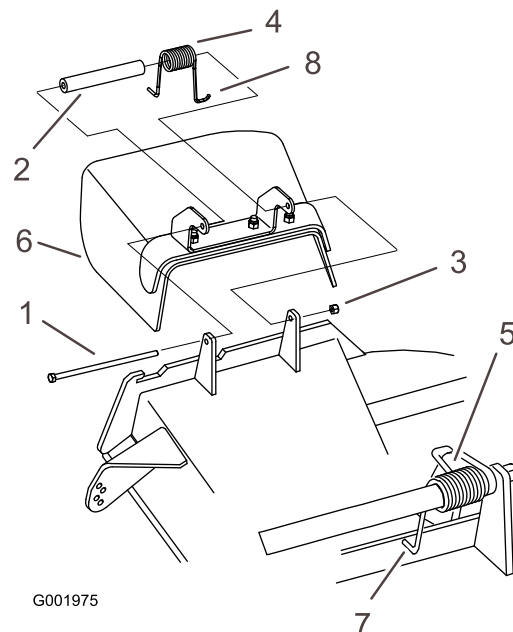

Figura 87
1. Retire la contratuercas, el perno, el muelle y el espaciador que sujetan el deflector a los soportes de pivote (Figura 87).
Nota: Asegúrese de colocar un extremo con gancho en J del muelle detrás del reborde de la carcasa antes de instalar el perno, según se muestra en Figura 87.
6. Coloque 1 extremo en J del muelle alrededor del deflector de hierba (Figura 87).